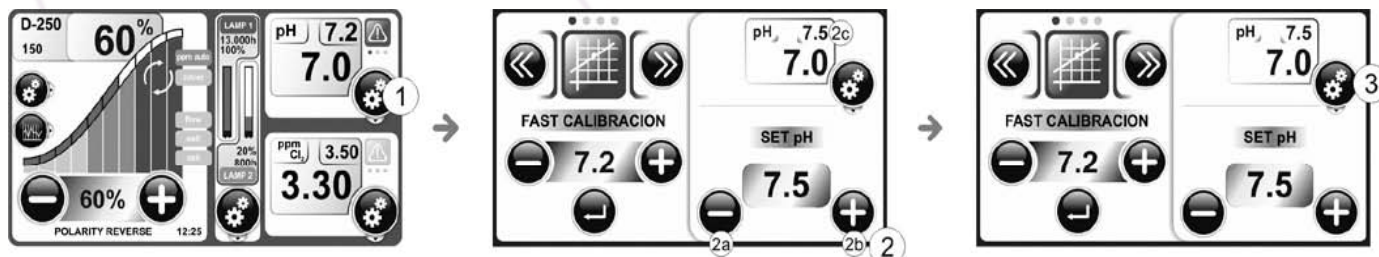

Рисунок 23
- 2) Введите желаемое значение с помощью кнопки "SET pH", используя клавиши [2a] и [2b]. (Рисунок 23)